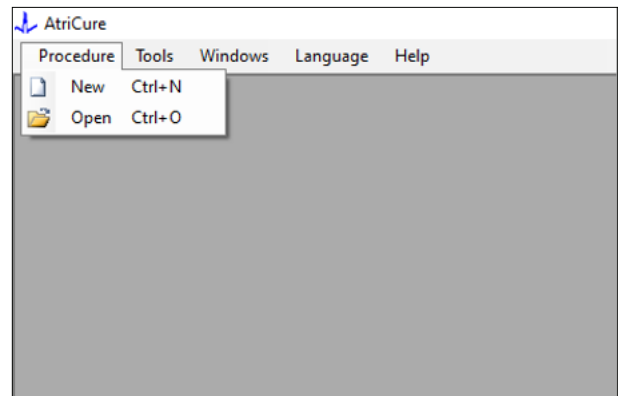
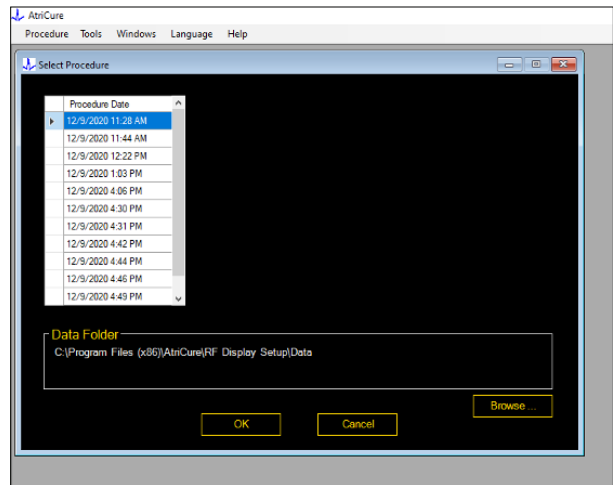

Figura 6: Opzione per aprire un'ablazione specifica per la revisione
Figura 7: Selezione dell'ablazione condotta in precedenza per la revisione (immagine solo per riferimento)
1. Selezionare Procedura > Apri (consultare la **Figura 6** e **Figura 7**):